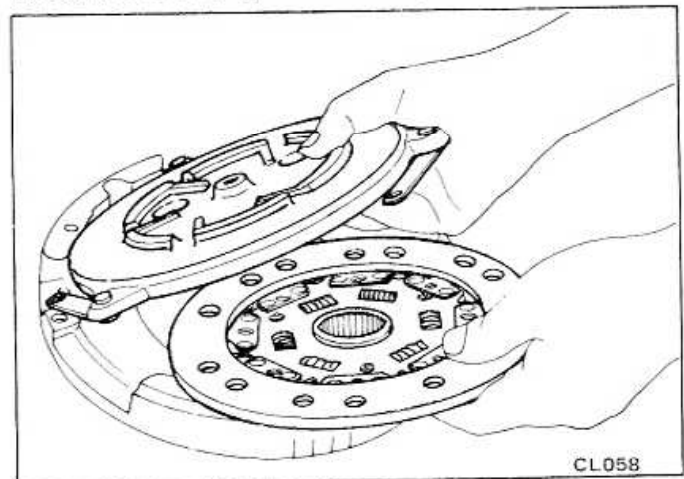

Fig. CL-5 Dépose du disque d'embrayage
6. Dévisser les boulons des chapes de fixation du plateau de pression sur le plateau de fermeture et extraire le disque d'embrayage comme indiqué à la figure CL-5.